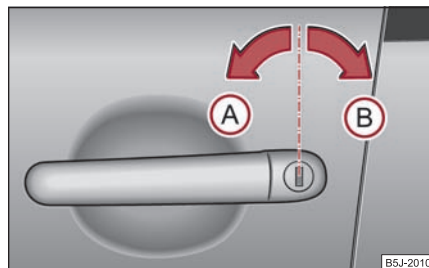

Fig. 36 Rotations de la clé pour déverrouiller et verrouiller
- Tournez la clé dans le cylindre de fermeture de la portière conducteur vers la gauche pour la mettre sur la position d'ouverture **(A)** ⇒ fig. 36.
- Tournez la clé dans le cylindre de fermeture de la portière conducteur vers la droite sur la position de verrouillage (B) ⇒ page 44, fig. 36.